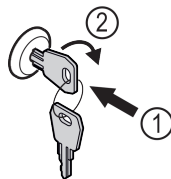

Fig. 191
► Zatlačte kľúč. Fig. 191 (1)
► Otočte kľúč o 90° v smere hodinových ručičiek. Fig. 191 (2)